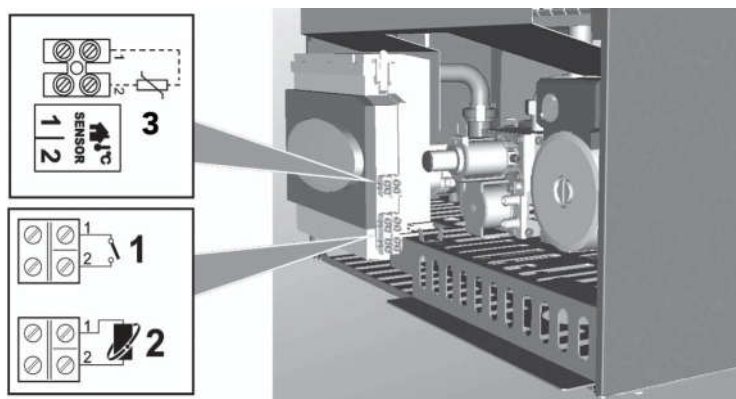
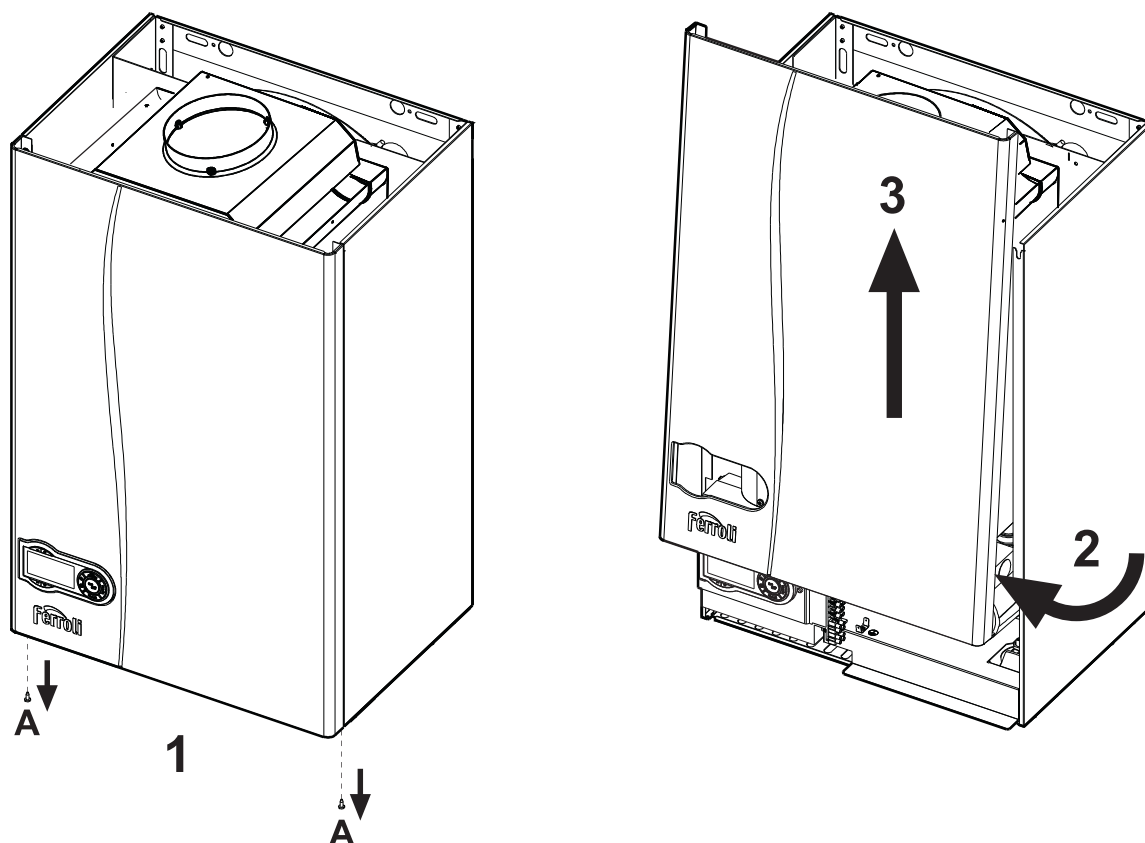

fig. 18 - Accès au bornier
fig. 20 - Démontage de l'habillage
Pour avoir accès au bornier, démonter le panneau avant de la chaudière (voir fig. 20) ; il sera ainsi possible de relier la sonde externe (rep. 3 fig. 18), le thermostat d'ambiance (rep. 1 fig. 18) ou la chronocommande à distance (rep. 2 fig. 18).
1. Dévisser les vis A (voir fig. 20).
2. Faire pivoter l'habillage (voir fig. 20).